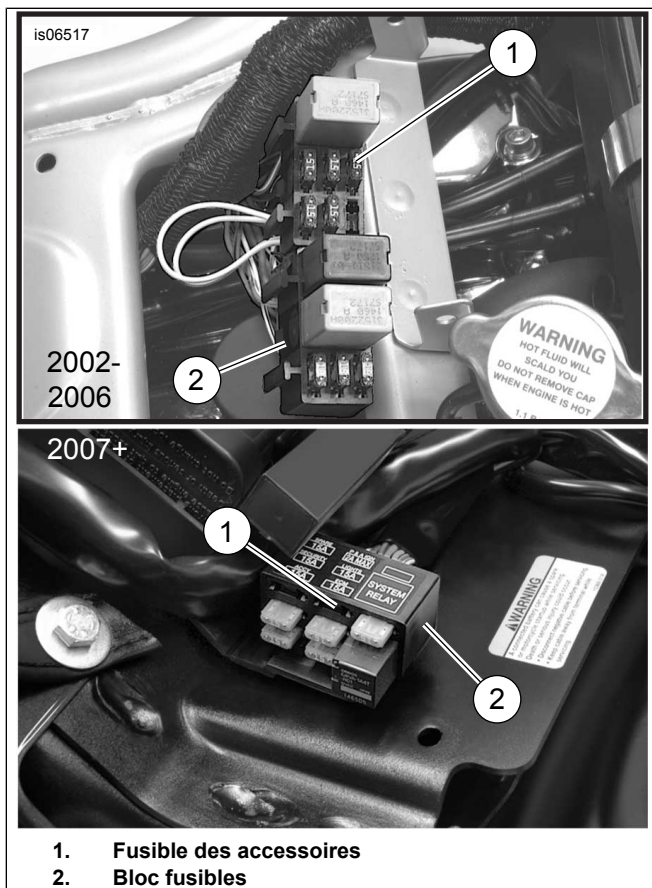

Figure 15. Emplacements des fusibles accessoires (modèles V-Rod)
1. Voir Figure 15 . Couper avec soin pour l'ouvrir une partie de la gaine du faisceau principal près du bloc fusibles (2) en un point accessible et couper le fil orangé/blanc du faisceau principal conduisant à la cavité de fusible (1) marquée :